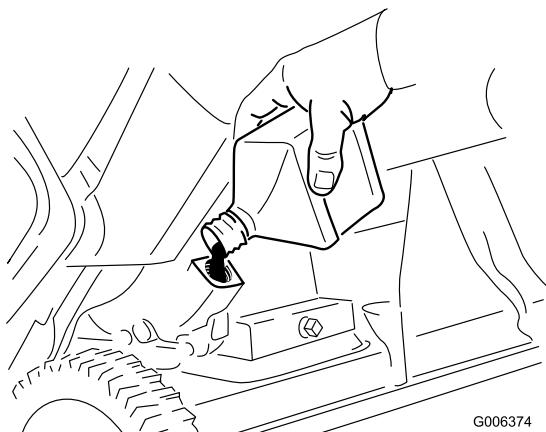

Figure 32
- 8. La machine étant en position d'utilisation, versez **lentement** de l'huile dans l'orifice de remplissage jusqu'au niveau de trop-plein (Figure 32).